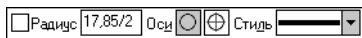

Рис. 8.8. Выражение для вычисления радиуса
4. Введите выражение  $17,85/2$  (рис. 8.8) и нажмите клавишу **<Enter>**.